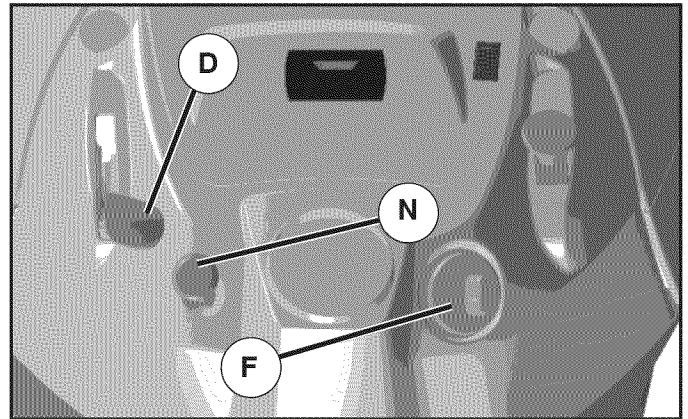

Fig. 19
- Mueva el control de la aceleración (D) a la posición de lento.
- Gire la llave de ignición (F) a la posición de apagado "STOP" y remueva la llave al abandonar el tractor para evitar el uso no autorizado.
### PARA USAR EL CONTROL DE LA ACELERACIÓN (D) (VEA FIG. 19)
### PARA USAR EL CONTROL DE ESTRANGULACIÓN (N) (Vea Fig. 19)